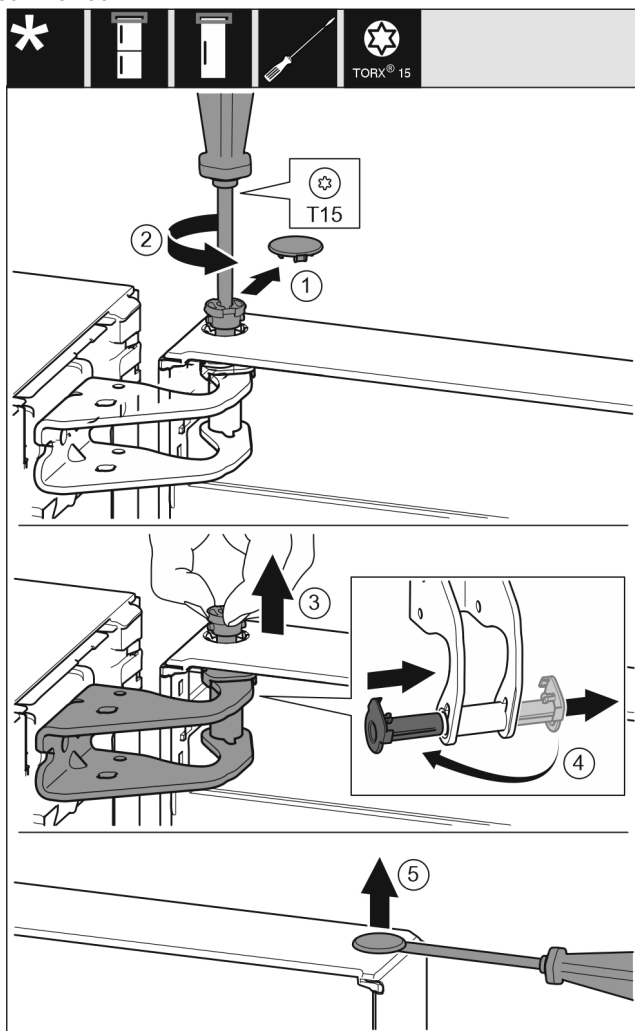

Fig. 12
- Noņemiet uzmanīgi aiztura pārsegu. *Fig. 12 (1)*
- Izskrūvējiet mazliet ar skrūvgriezi T15 tapu. *Fig. 12 (2)*
- Noturiet durvis un izskrūvējiet tapu ar pirkstiem. *Fig. 12 (3)*
- Izvelciet gultņa ieliktni no vadotnes. Ievietojiet un nofiksējiet no otras puses. *Fig. 12 (4)*
- Paceliet uzmanīgi ar plakano skrūvgriezi un izvelciet ārā aizbāzni no durvju gultņa ieliktna. *Fig. 12 (5)*